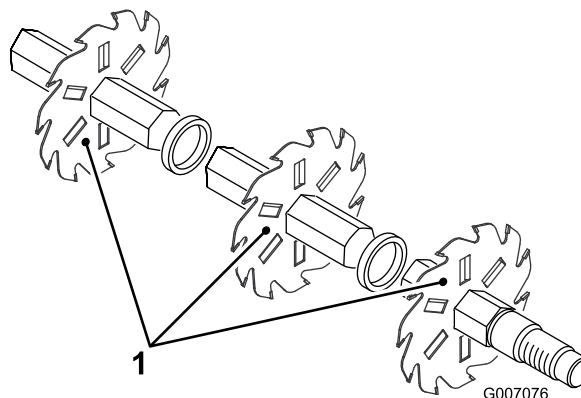

Figura 15
4. Instale el siguiente filo en sentido anti-horario de forma que el orificio de referencia de indexación no quede alineado con el orificio del primer filo con un lado hexagonal del eje de diferencia (Figura 15). Continúe instalando espaciadores y filos de esta forma hasta que se haya instalado todo el juego de filos. Una vez montados de forma adecuada, los filos se centrarán en el eje y quedarán escalonados de forma que conformen una hélice.